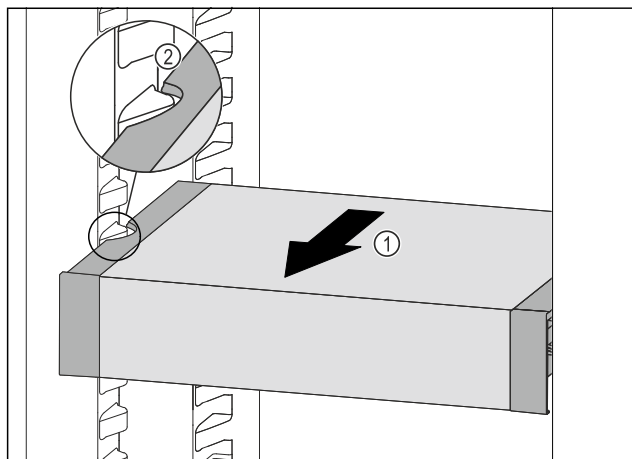

Fig. 104
- Tirer le VarioSafe vers l'avant Fig. 104 (1) jusqu'à ce que les encoches latérales du VarioSafe se trouvent au niveau de la nervure du bac dans la partie réfrigérateur. Fig. 104 (2)